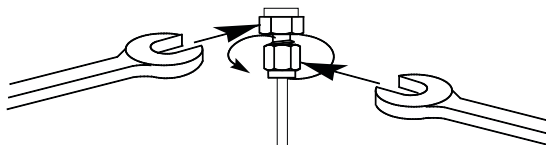

Figure 19. Serrage final
- 8 Pour des raccords Swagelok de 1/8 de pouce, utilisez une paire de clés plates de 7/16 de pouce pour serrer le raccord de 3/4 de tour. Voir **Figure 19**.
Pour les raccords de 1/4 de pouce, utilisez une paire de clés de 9/16 de pouce pour serrer le raccord de 1-1/4 de tour (comme indiqué **Figure 19**).